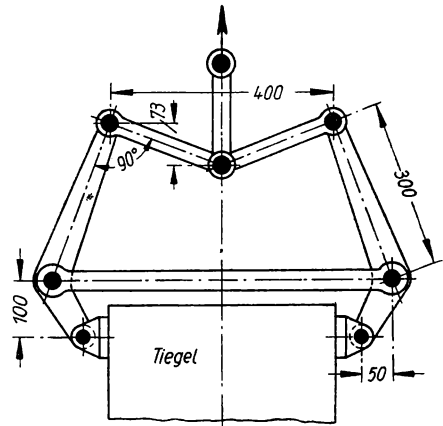

Bild 235
**360.** Eine Greifzange zum Heben von Schmelztiegeln ist aus Gelenkstangen nach Bild 235 zusammengesetzt. a) Welche Druckkraft tritt beim Heben eines  $G$  kg schweren Tiegels in den beiden oberen schräggespreizten Stangen auf?